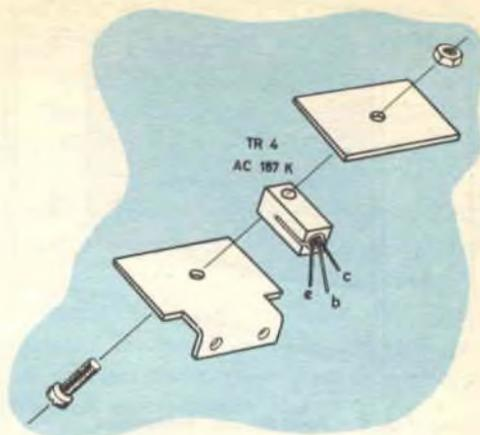

Fig. 5 - Montaggio del transistor TR4 nel dissipatore.
- Inserire il transistore AC187K (oppure AC181K) nel relativo dissipatore, attenendosi a quanto illustrato nella *fig. 5*.